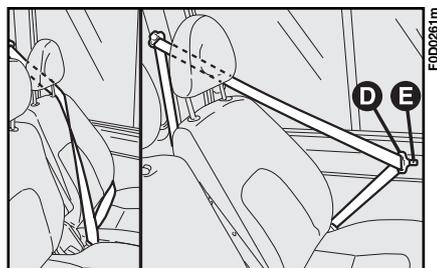

fig. 11
El asiento trasero está dotado de cinturones de seguridad inerciales con tres puntos de fijación y carrete para los asientos laterales y central **fig. 11**.
- **fig. 11** asiento lateral izquierdo de la primera fila